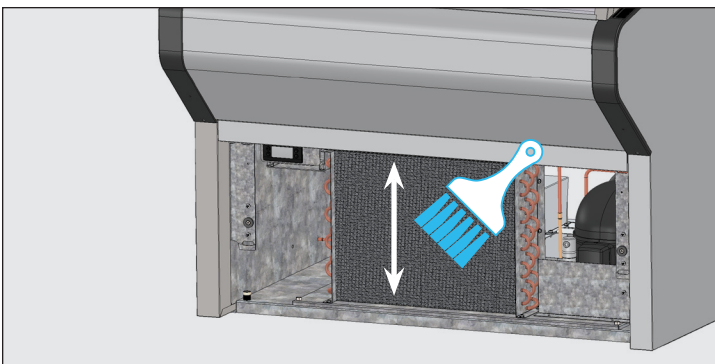

Fig. 3. Nunca pase el cepillo en perpendicular a las aletas del serpentín.
4. Retire la suciedad acumulada en el serpentín del condensador con un cepillo de cerdas duras. Véase la fig. 3.